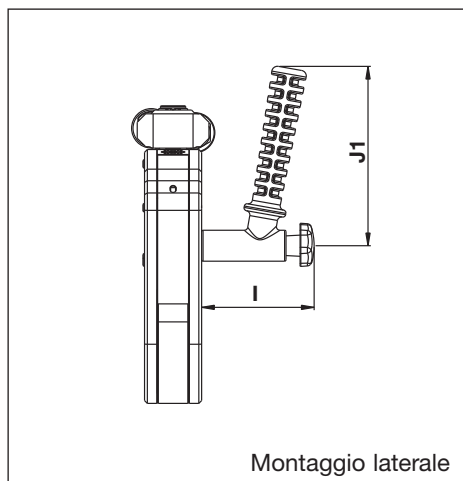

Fig. 25
6.1.3 Dimensioni, maniglia di posizionamento della serie SWH (Fig. 25)